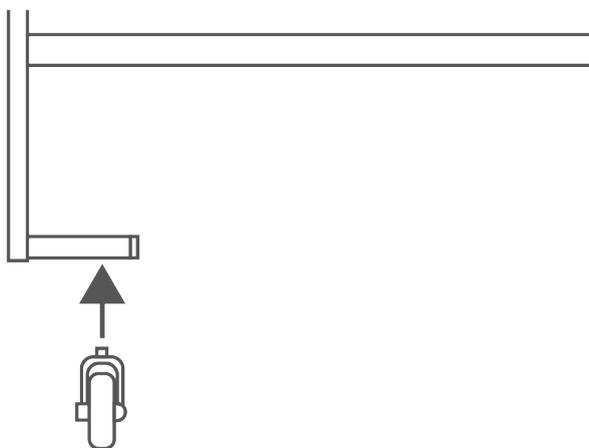

Рисунок 7.2.2. Установка опорного колеса
5. Закрутите резьбовую ось опорного колеса в основание опорной планки створки (рис. 7.2.2).